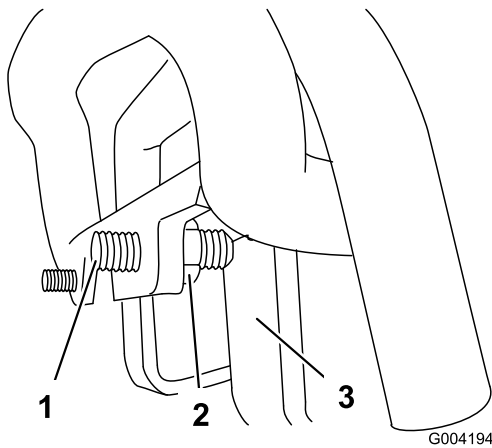

図 56
3. マシンが左にずれていく場合には、走行コントロール前部にある走行固定ねじを固定している右側のジャムナットをゆるめて固定ねじの調整を行う 図 56。
4. マシンが右にずれていく場合には、走行コントロール前部にある走行固定ねじを固定している左側のジャムナットをゆるめて固定ねじの調整を行う 図 56。